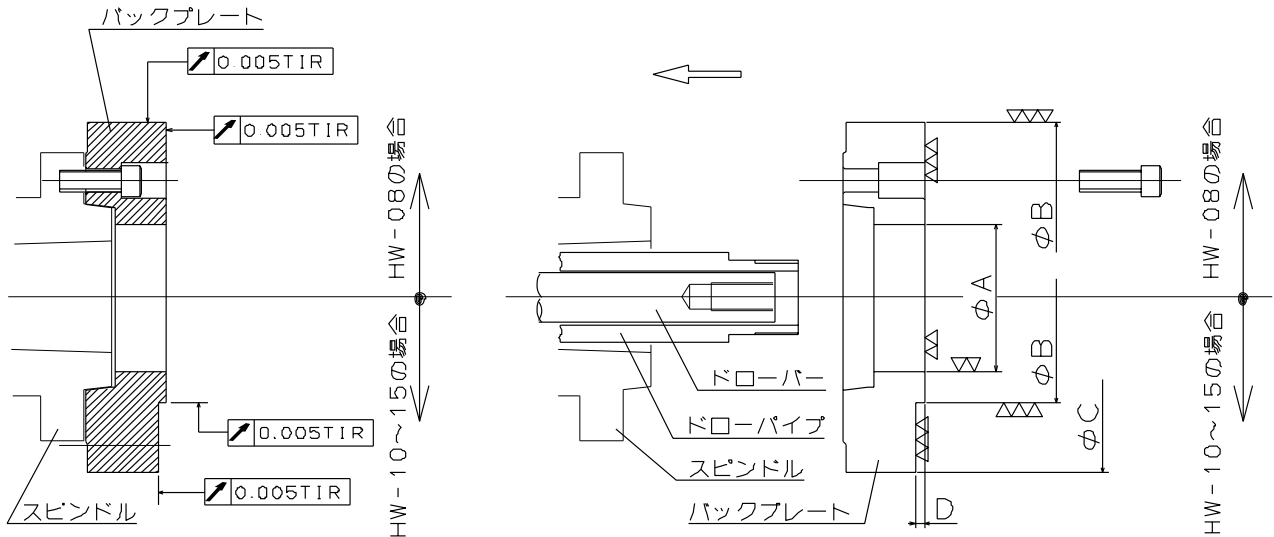

図 18
- 図 18 は JIS ショートテーパ規格の場合である。
- バックプレートはプランジナットを引いた際に、プランジナット端面がバックプレートに当たって止まるような寸法(図 18 の寸法φA)とすること。ストロークが規定よりも大きくなると、チャックの破損や把握不良の原因となる。